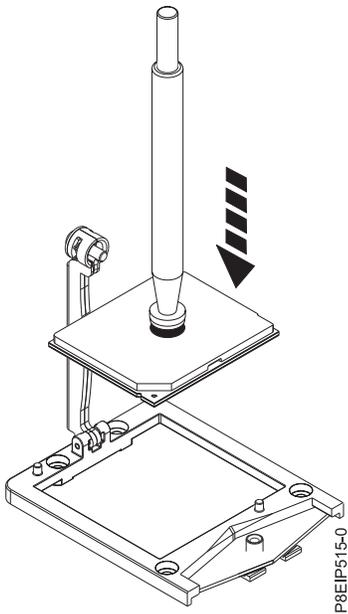

Abbildung 67. Prozessor auf das Socket herabsenken
- a. Senken Sie den Stift und das Systemprozessormodul auf dem Socket ab (siehe Abb. 67 auf Seite 58). Richten Sie die abgeschrägte Ecke des Prozessors an der abgeschrägten Ecke des Sockets aus. Gehen Sie vorsichtig vor, damit der Prozessor gleichmäßig abgesenkt und nicht gekippt wird.